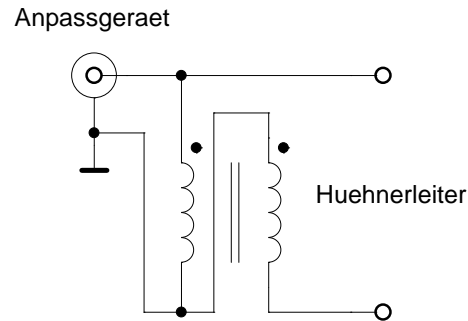

Bild 3: Der 4:1-Balun
Das Ergebnis konnte sich sehen lassen: Wir konnten uns auf 559k Punkte steigern. Eine weitere Modifikation folgte im Jahr darauf: DL2NBU hatte berechnet, daß zwei zusätzliche 9 m lange Drähte parallelgeschaltet (C) die Wirksamkeit der Antenne auf den höheren Bändern wesentlich erhöhen würden. Außerdem wurde ein externer 4:1-Balun (Eigenbau: 13 Windungen bifilar auf Amidon FT-240-61, Wicklung siehe **Bild 3**). verwendet und der Antenna-Tuner auf den Bändern 10 - 80 m durch den im TS-850SAT eingebauten automatischen Tuner ersetzt. So war das QSY ein Kinderspiel. Und in der Tat: Im Jahre 1998 konnten wir mit 792k Punkten unser Ergebnis noch einmal deutlich steigern und damit das beste Ergebnis über alle Kategorien erreichen. Zugegebenermaßen waren uns in jenem Jahr die Bedingungen besonders gewogen, vor allem mit einer sporadic-E-Wolke, die nur dem südöstlichen Teil Deutschlands Engländer auf 10 und 15 m beschiederte. Das Optimum war offenbar erreicht. Eine weitere Steigerung konnte nur noch im Shack erfolgen.